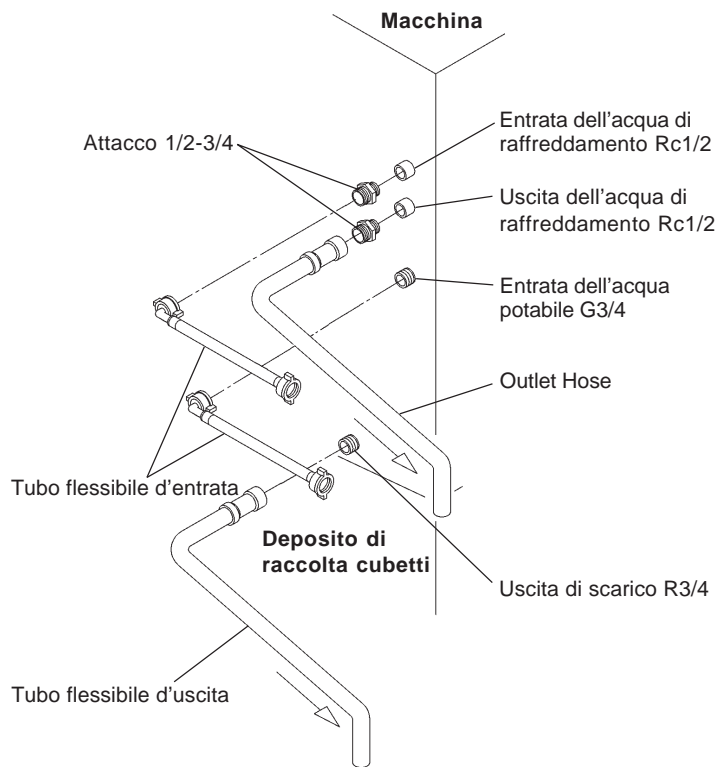

Fig. 11
[b] Collegamenti conformi a norme diverse da quelle WRC mediante tubi ausiliari (Fig. 11)
2) Per i collegamenti del condensatore, utilizzare i tubi ausiliari appartenenti alla dotazione e realizzare gli stessi collegamenti come da 1) a 3) della sezione [a] con le parti disponibili degli attacchi 1/2-3/4, come da Fig. 11.